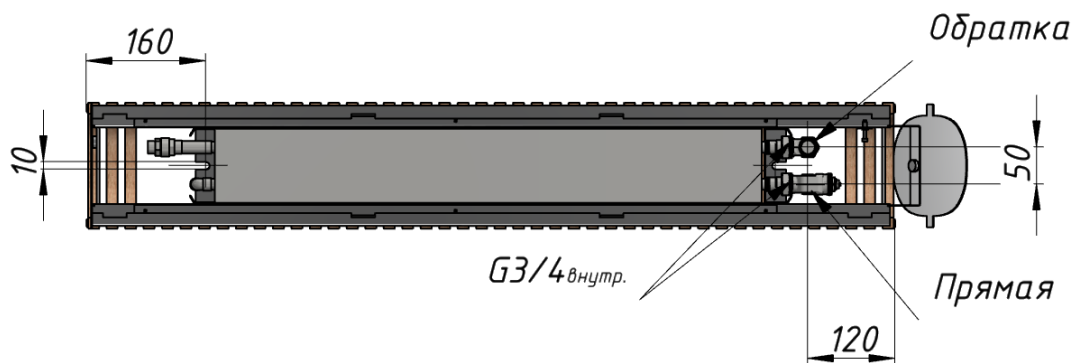

Рисунок 5
6) закрепите конвектор на полу: разметьте места крепежа в соответствии с положением пазов в ножках конвектора и выводом подводящих труб (рис. 5), просверлите крепежные отверстия в полу, вставьте анкерные винты, поместите конвектор сверху и зафиксируйте его.